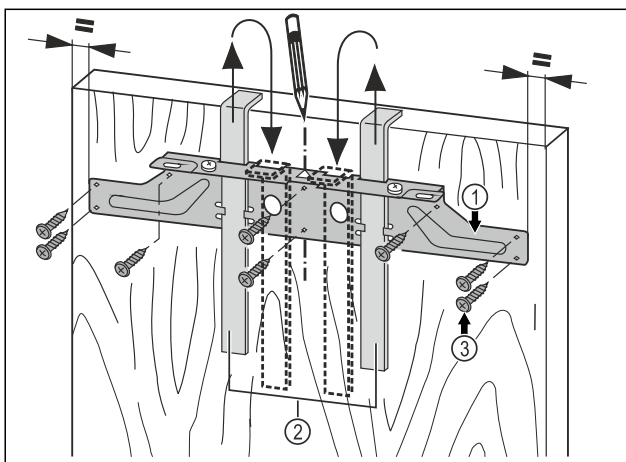

Fig. 17
- Hang de montagedwarsstang Fig. 17 (1) met de montagehulpen Fig. 17 (2) aan de binnenkant van de meubeldeur.
- Bevestigingstraverse Fig. 17 (1) in het midden van de deur uitlijnen.
- De bevestigingstraverse Fig. 17 (1) met minstens 6 schroeven Fig. 17 (3) vastschroeven.
- Bevestigingstraverse Fig. 17 (1) met 4 schroeven Fig. 17 (3) in de rand vastschroeven.
- Montagehulpstukken Fig. 17 (2) naar boven toe eruit trekken en gedraaid in de daarnaast gelegen opnameopeningen schuiven.